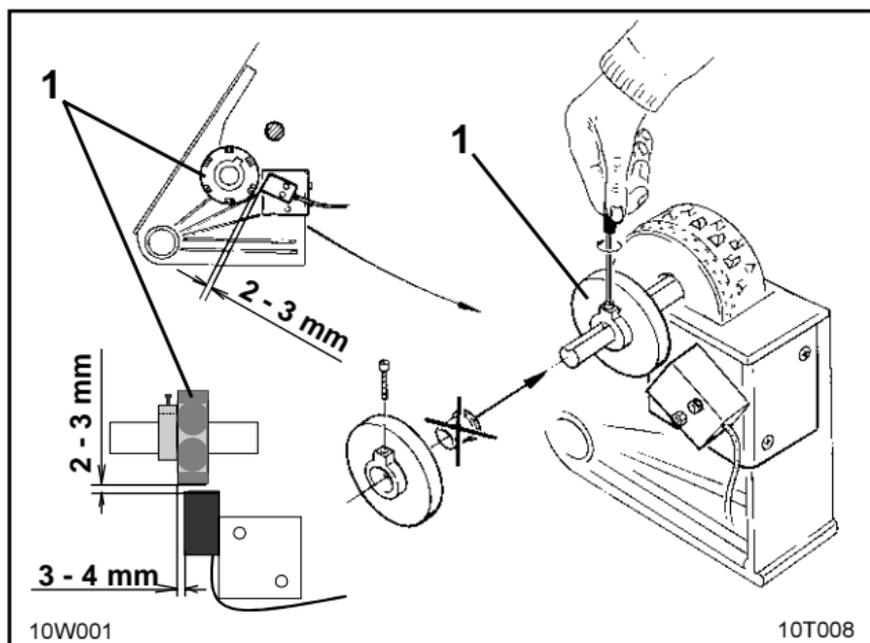

Fig. 10.2
- Fixez le support (fig. 10.2/1) avec les 6 aimants sur l'arbre de distribution.